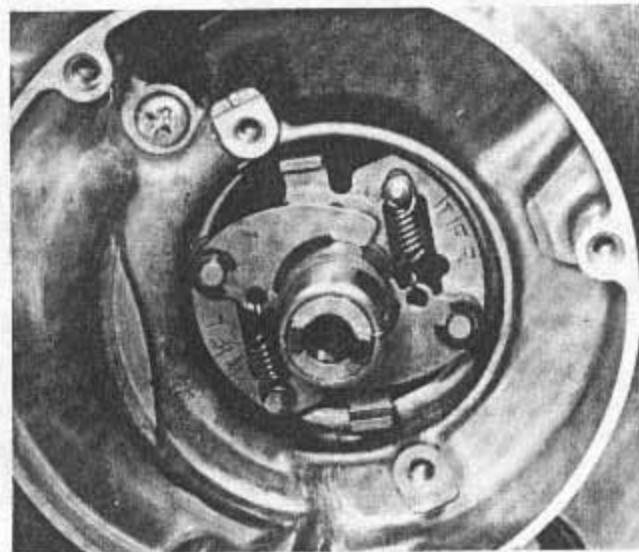

Bild 127
- Fliehkraftregler auf das Kurbelwellenende setzen. Der Mitnehmerstift, welcher über das Wellenende hinausragt, muss in die Aussparung hinten am Fliehkraftregler eingepasst werden (Bild 127). Fliehkraftregler in dieser Stellung festhalten und Zentralschraube eindrehen. Sechskantscheibe zum Durchdrehen des Motors nicht vergessen. Um die Schraube festzuziehen, schiebe man eine genau passende Metallstange durch eines der oberen Pleuelaugen und stütze sie über zwei kleine Holzklötze auf dem Motorgehäuse ab. Damit ist die Kurbelwelle blockiert.